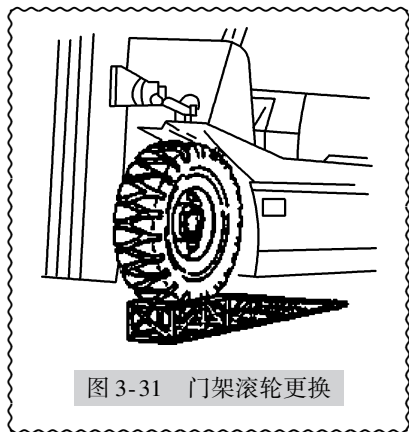

图3-31 门架滚轮更换
- 2) 将叉车开到水平地面,并把前轮垫起250~300mm,如图3-31所示。